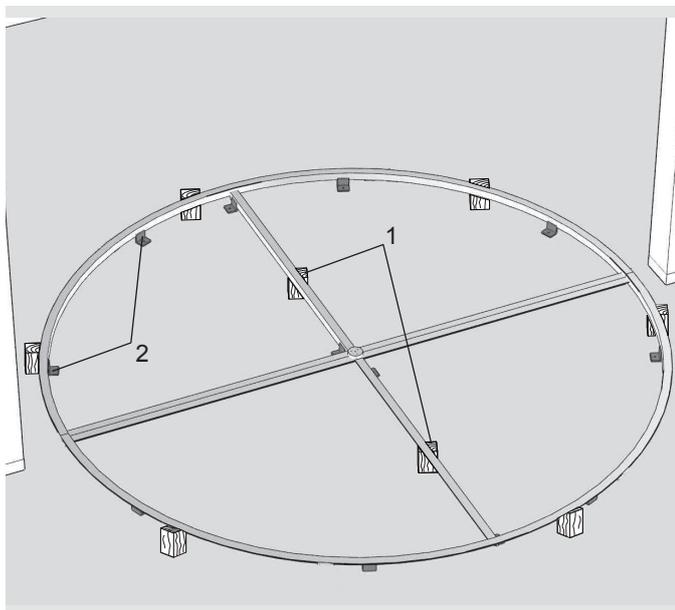

Рис. 27 Напольное кольцо
3. Равномерно выровнять напольное кольцо относительно верхней части чистового пола с помощью блоков (рис. 27/1), как показано на рис. 27.